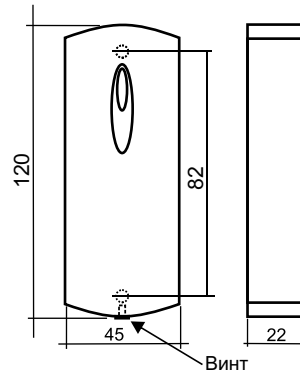

Рис. 1
- 1) Разметьте и просверлите отверстия для крепления (см. рис.1).
- 1) На выключенном считывателе соединить сигналы (см.рис.1) DATA0 (белый) и LED R (жёлтый).